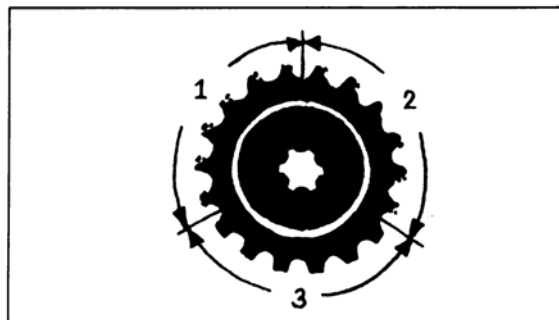

Bild 21
- Rechten Seitendeckel und Verschlussdeckel des Ausgleichsbehälters (Bild 21) abnehmen und Gemisch aus destilliertem Wasser und Frostschutzmittel im Verhältnis 1:1 oder handelsübliche Kühlflüssigkeit für Aluminiummotoren und -kühler bis zur «FULL»-Marke auffüllen.